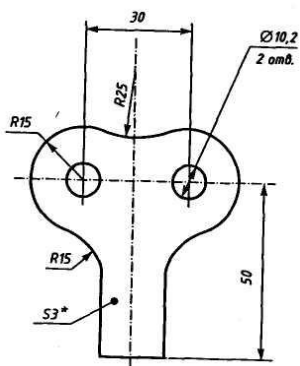

Рис. 52
УПРАЖНЕНИЕ 2. Построение детали державки по заданным размерам с использованием сопряжений (см. рис.52).
12. Проставляем размеры на эскизе, эскиз державки готов (см. рис. 52).